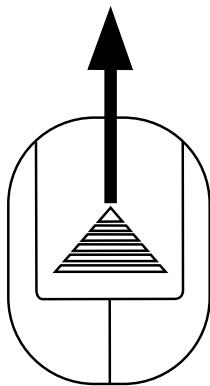

Figura 3
1. Deslize a tampa do compartimento da bateria conforme figura 3